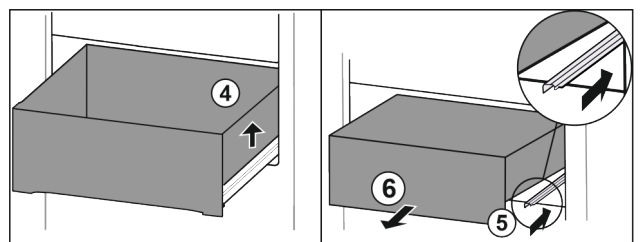

Fig. 114
- ▶ Lade rechts optillen. Fig. 114 (4)
- ▶ Rechter rail erin schuiven. Fig. 114 (5)
- ▶ Lade naar voren toe verwijderen. Fig. 114 (6)